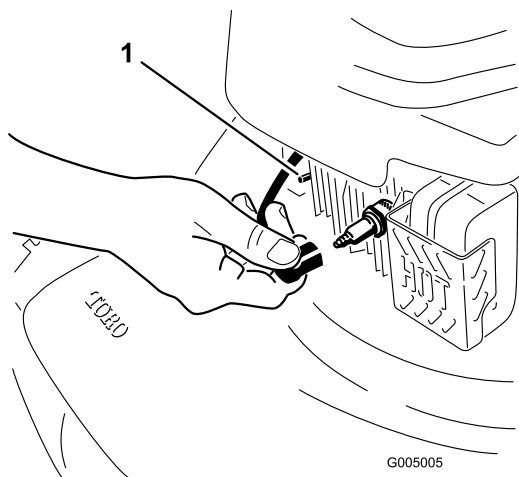

Figura 31
2. Desconecte el cable de la bujía y engánchelo en el poste de retención (Figura 31) antes de realizar cualquier procedimiento de mantenimiento.